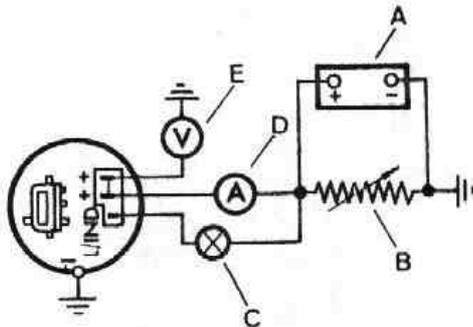

Fig. N-3 Conexión del alternador para prueba de funcionamiento del regulador
- 2.1.1. Conectar el alternador según el esquema (Fig. N-3).
- 2.2.1. Conectar el alternador, según esquema (Fig. N-3).